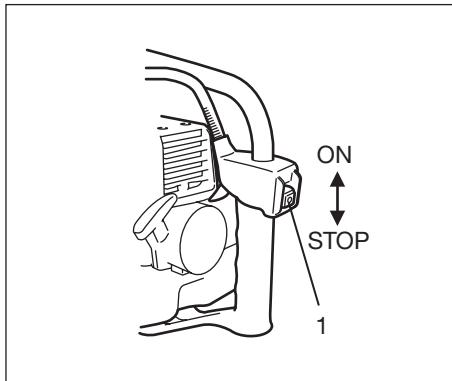

Fig. 2-2
1. Zet de ontstekingschakelaar (1) in de positie AAN. (Fig. 2-2, 2B)